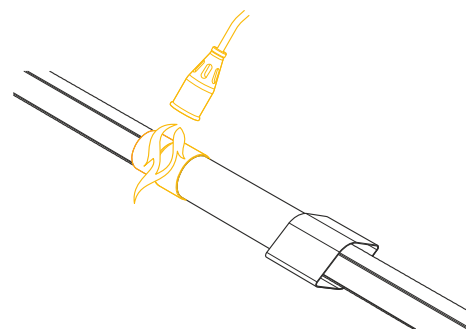

Рис. 4.8.7
7. Усадить термоусаживаемый рукав газовой горелкой (или паяльной лампой, или техническим феном) (рис. 4.8.7).